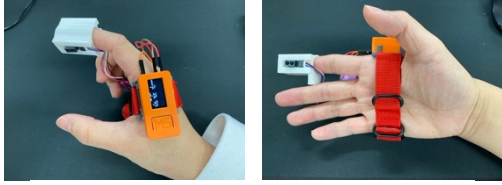

図1 デバイスを装着した様子
そのため、ユーザが指を開いたときの長さが最大測定長と考え、センサで正確に測定する必要がある。そこで 50cm までを 1 cm 間隔で測定できるシャープ株式会社製シャープ距離モジュール GP2Y0E02A を使用する。また、マイコンには M5stickC[5]を使用し、搭載しているジャイロセンサと Bluetooth モジュールにより手の角度を取得し外部デバイスへ送信する。距離センサと M5stickC で取得した値は Bluetooth によるシリアル通信で PC へ送信する。PC では Processing により実装したプログラムで①M5stickC からの値の受け取り、②3次元空間でのモデリング、③モデルをディスプレイへ表示、④モデルの書き出しの4つの処理を行っている。デバイスを装着した様子を図1に示す。